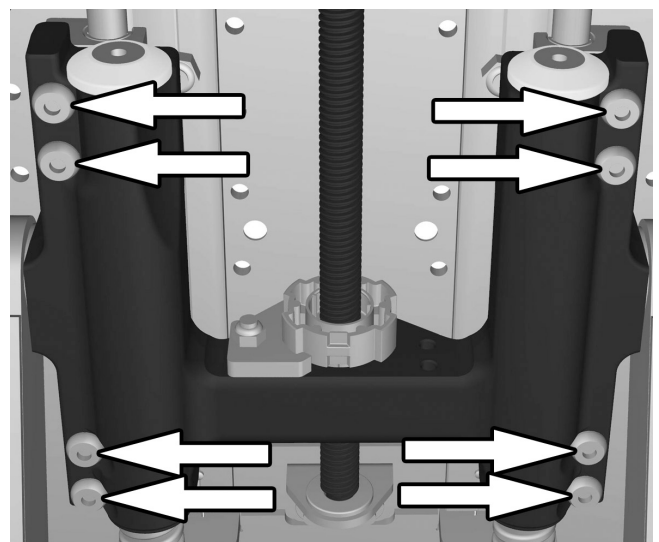

Abbildung 111. Schieber mit den acht Schrauben montieren.
4. Das vorderer Ende der Welle in das Wellenlager platzieren und sicherstellen, dass das hintere Ende der Stellvorrichtung in die Halterung passt. Schieber mit den acht Schrauben montieren. Siehe Abbildung. 111.